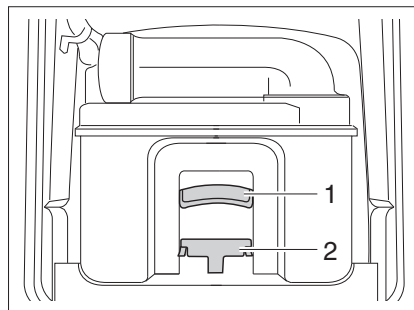

Fig. 160 Cassette Thetford
- Actionner le déverrouillage (Fig. 160,1) et retirer la toilette à cassette au niveau de la poignée (Fig. 160,2).